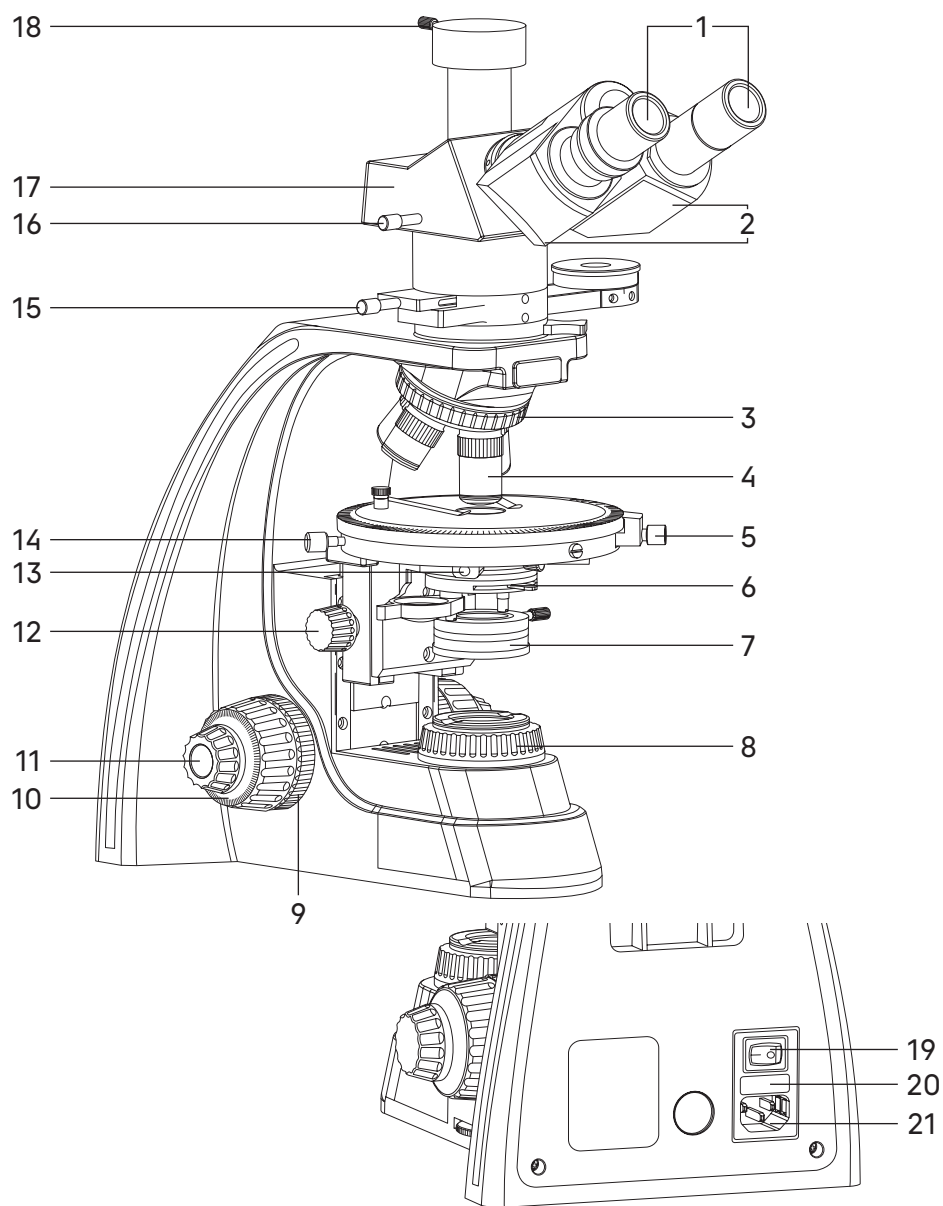
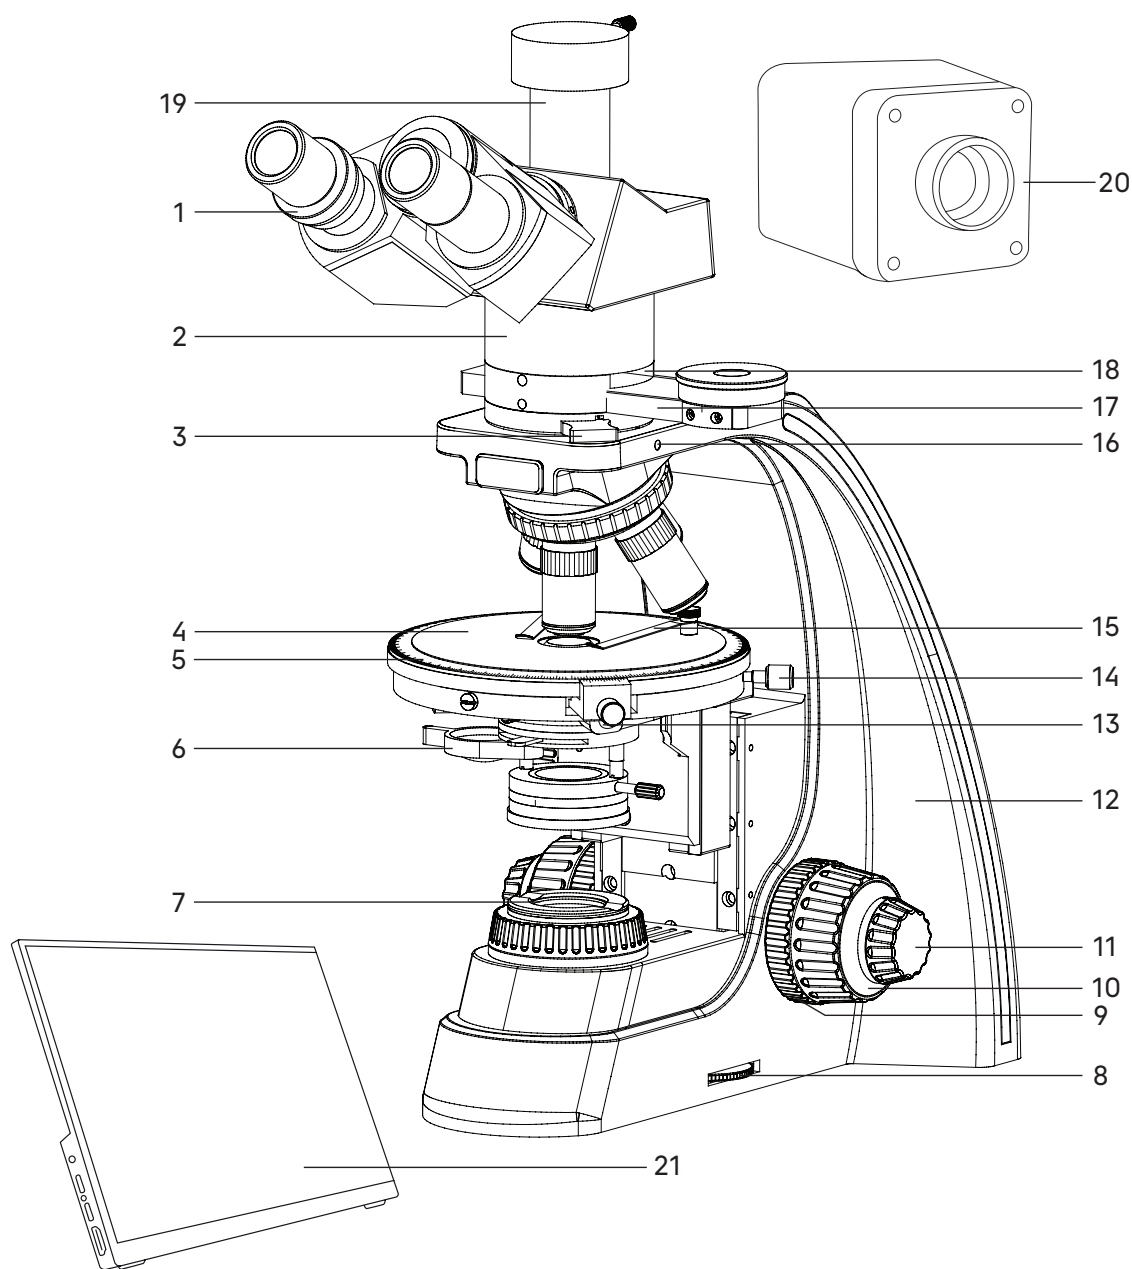

Рис. 1. Микроскоп MAGUS Pol D800 LCD. Вид слева
Рис. 2. Микроскоп MAGUS Pol D800 LCD. Вид справа
Общий вид микроскопа представлен на рис. 1 и 2.
Штатив 12 (рис. 2) имеет устойчивую эргономичную конструкцию.
- револьвер 3 (рис. 1) с объективами 4 (рис. 1);
- предметный столик 4 (рис. 2);
- кронштейн конденсора (не показан на рис. 1 и 2);
- коллектор в оправе 8 (рис. 1).
На задней стенке штатива расположены выключатель питания 19 (рис. 1), держатель предохранителя 20 (рис. 1) и разъем для сетевого шнура 21 (рис. 1), посредством которого микроскоп подключается к сети переменного тока.
На правой стенке штатива расположен диск регулировки яркости 8 (рис. 2).
Фокусировка на объект осуществляется перемещением по высоте предметного столика. Грубая фокусировка производится вращением коаксиальных рукояток 10 (рис. 1, 2), расположенных по обеим сторонам штатива.
Тонкая фокусировка производится вращением рукояток 11 (рис. 1, 2), расположенных по обеим сторонам штатива. Тонкая фокусировка требуется для более точного фокусирования на объект и для подфокусировки микроскопа на резкость изображения при смене объективов и препаратов. Цена деления тонкой фокусировки – 2 мкм.
Механизм регулировки жесткости хода грубой фокусировки 9 (рис. 2) – кольцо между штативом и рукояткой грубой фокусировки с правой стороны. С помощью кольца регулируется жесткость хода грубой фокусировки так, чтобы жесткость была комфортной для пользователя, но при этом револьвер с объективами не опускался самопроизвольно во время работы.
Механизм блокировки грубой фокусировки 9 (рис. 1) расположен с левой стороны. После завершения грубой фокусировки рекомендуется перевести рычаг в крайнее положение в направлении по часовой стрелке. Таким образом закрепится положение грубой фокусировки для быстрой рефокусировки после смены препарата.
Тринокулярная визуальная насадка 17 (рис. 1) обеспечивает визуальное наблюдение изображения объекта. Визуальная насадка устанавливается в гнездо промежуточной насадки.
В вертикальный тубус 19 (рис. 2) корпуса визуальной насадки (канал визуализации) с помощью переходника C-mount устанавливается система визуализации с монитором. Переключение светового потока на вертикальный тубус производится рукояткой 16 (рис. 1). Рукоятка имеет два положения: 100/0 и 0/100.
В комплект микроскопа входят окуляры 1 (рис. 1) и окуляр с перекрестьем. Окуляры имеют высокое положение выходного зрачка и предназначены для работы как в очках, так и без них.
Револьверное устройство 3 (рис. 2) обеспечивает установку пяти объективов. Свободное отверстие служит для настройки положения лампы осветителя отраженного света и установки дополнительного объектива. Смена объективов производится вращением револьверного устройства за конусную рифленую поверхность до фиксированного положения.